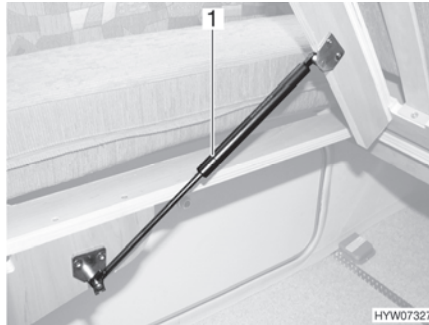

Bild 78 Fast säng
- Lyft ribbotten. Gasfjädrarna (Bild 78,1) håller kvar ribbotten i öppet läge.